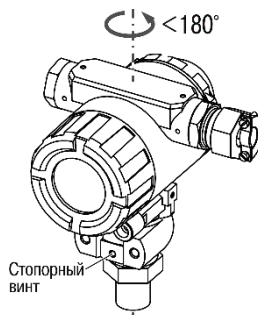

Рисунок 7.2 – Поворот корпуса относительно штуцера
- ослабить стопорный винт с помощью шестигранного ключа (см. рисунок 7.2);